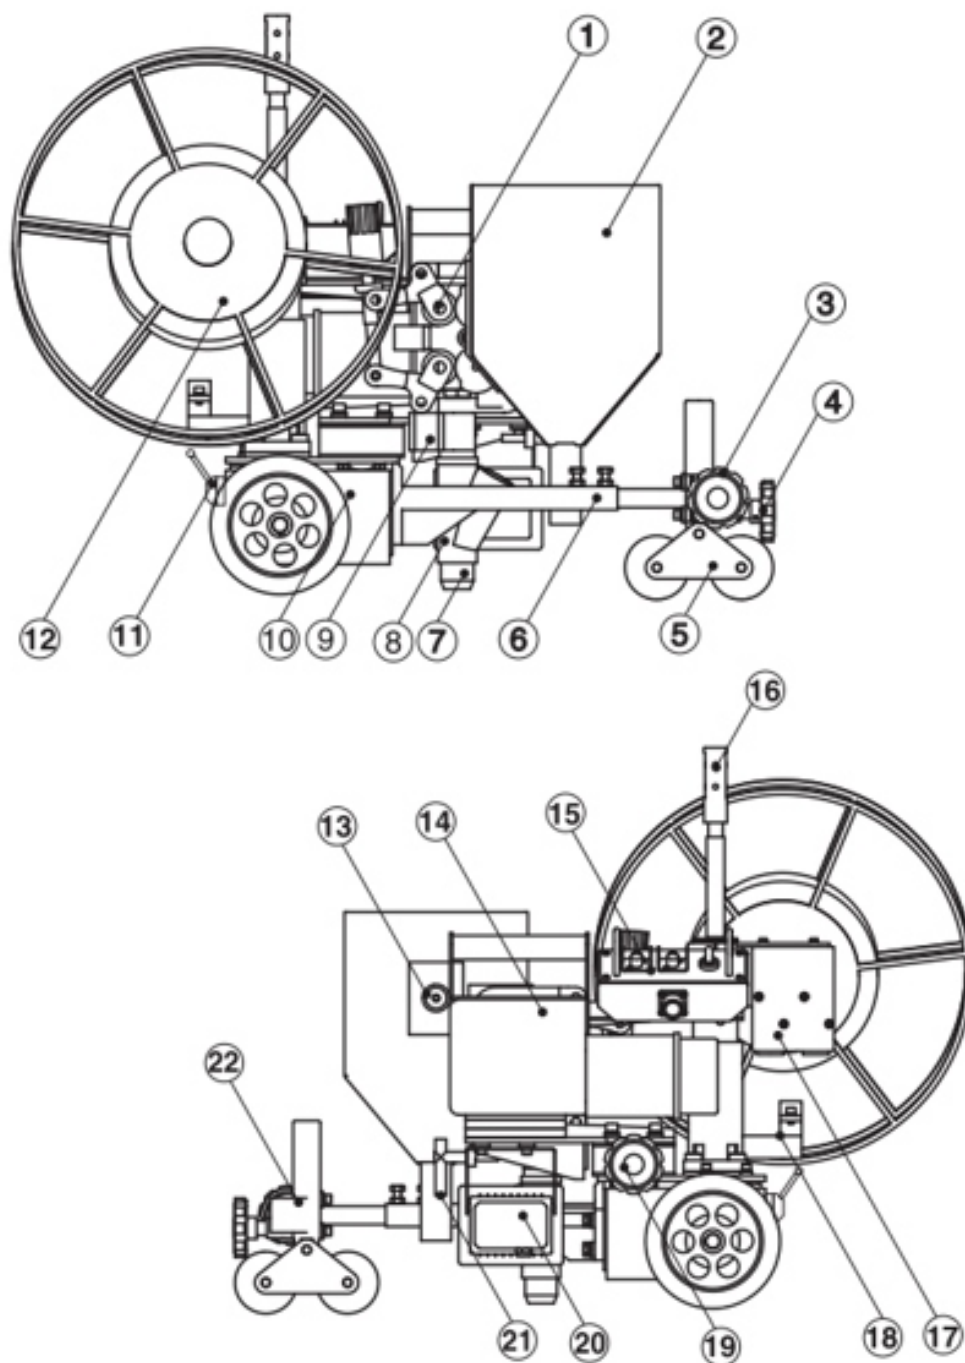
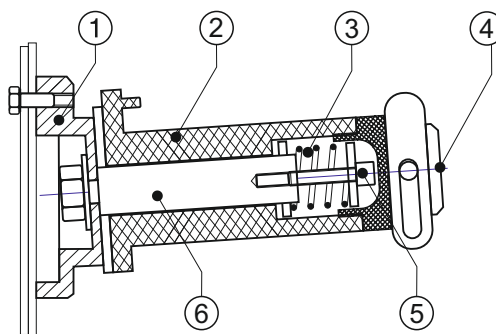

Рис. 3.1 Внешний вид ТС-1001Т
рис.3.2
Внешний вид ТС-1001Т представлен на рис.3.1.
Трактор может перемещаться вручную и автоматически при помощи привода тележки. Привод тележки подключается через муфту сцепления рукоятью поз.11 рис.3.1. Направление движения определяется положением тумблера основного пульта управления поз.11 рис.3.8, а скорость сварки задается регулятором пульта поз.5 рис.3.8. Трактор остановится при перемещении рукояти поз.11 рис.3.2 в положение «ручной», в этом случае трактор может перемещаться вручную.
- отвернуть заглушку втулки поз.4 рис.3.2;
- затянуть регулировочный винт поз.5 рис.3.2 для увеличения усилия торможения, или ослабить его для уменьшения усилия торможения;
**ВНИМАНИЕ!** Для исключения соскакивания катушки с сварочной проволокой обязательно зафиксируйте ее фиксатором поз.4 рис.3.2.